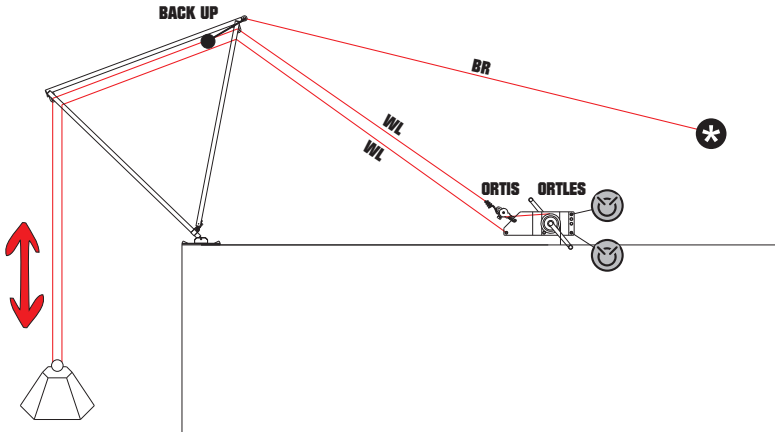
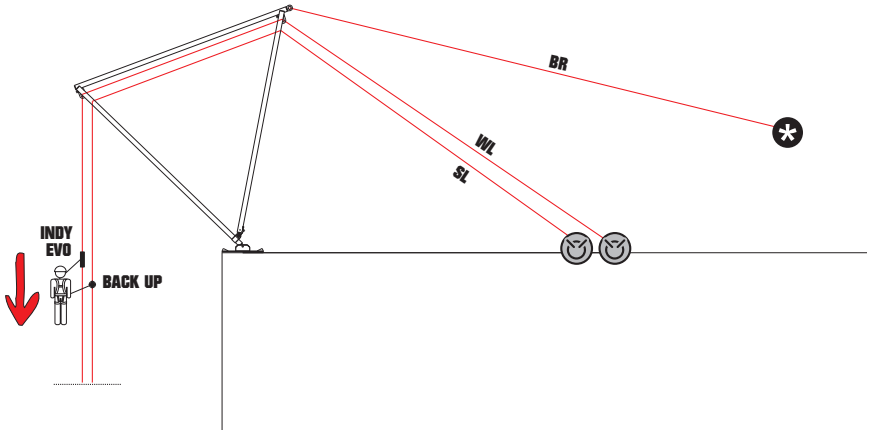

fig. 17
fig. 18
- nedfiring (fig. 17) och uppfiring (fig. 18) på en lina,